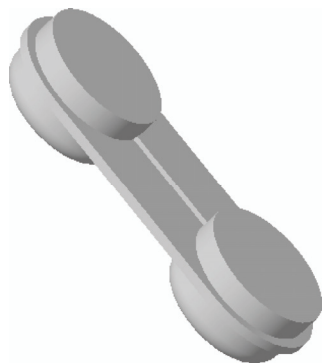

图 16-60 完成轮廓筋的创建
STEP 04 单击“关闭”面板中的“确定”按钮, 完成截面的绘制并退出草绘环境。在“输入筋厚度值”文本框中输入“1”, 单击“完成”按钮, 完成轮廓筋的创建, 效果如图 16-60 所示。